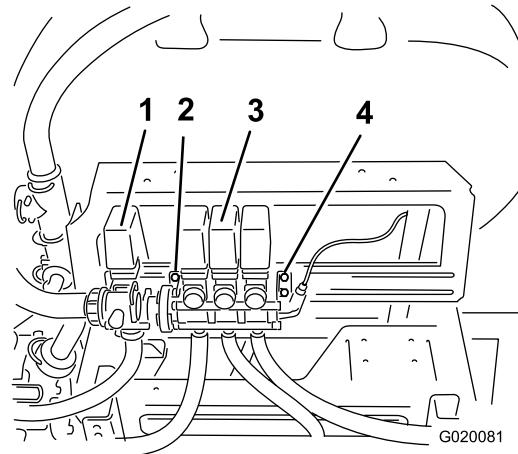
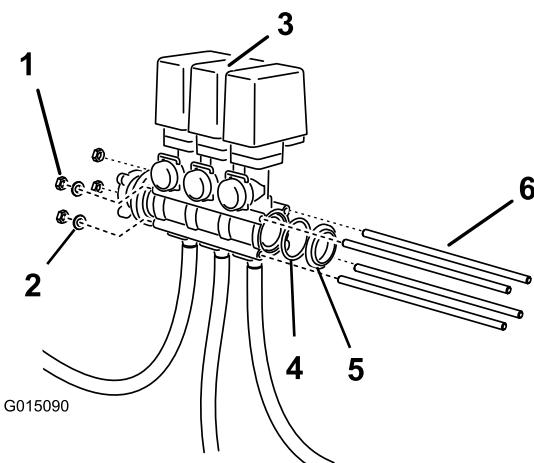

Bild 4
Bild 6
1. Lösen Sie die Schrauben (nicht abnehmen), mit denen das Auslegerventil an der rechten Befestigungshalterung befestigt ist (Bild 4).
- Stecken Sie die Gewindestangen durch die Löcher in den Ventilgehäusen der Auslegersicherheitsventile, und stecken Sie die zwei Stangen, die der Befestigungsschiene am nächsten sind, durch die linke Befestigungshalterung (Bild 4 und Bild 6).